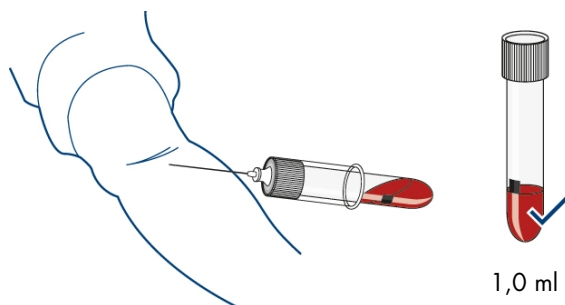

Figura 1. Colete o sangue diretamente para o QIAreach QFT Blood Collection Tube e preencha o volume adequado.
3. Para cada paciente, colete 1 ml de sangue por punção venosa diretamente no QIAreach QFT Blood Collection Tube (consulte a Figura 1). Este procedimento deve ser realizado por um flebotomista treinado.